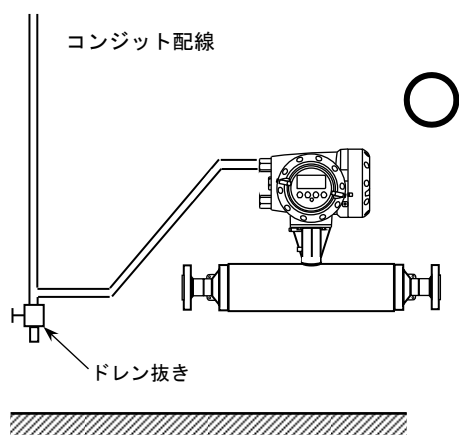

図 1.5a
- 5) コンジット配線を行う場合には図 1.5a に示すように配線接続口から下向きの傾斜を設けて、配線接続口にコンジットを通して水が流れ込まないようにしてください。